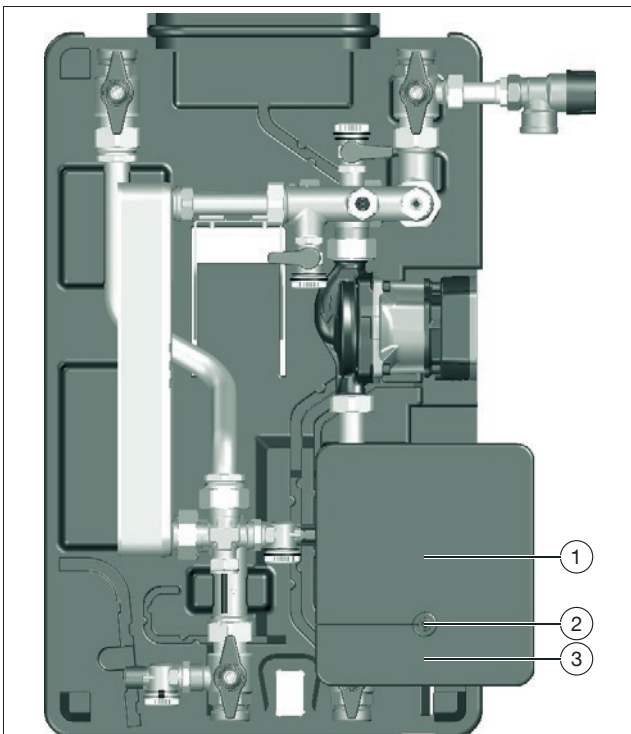

Abb. 24: Regler öffnen
3. Lösen Sie die Schraube (siehe Position (2) in Abb. 24) und legen Sie diese beiseite.
4. Schieben Sie die Abdeckung-Anschlusspanels (siehe Position (1) in Abb. 24) hoch bis diese hörbar einrastet.
5. Klappen Sie die Abdeckung-Zuleitungen (siehe Position (3) in Abb. 24) ab.